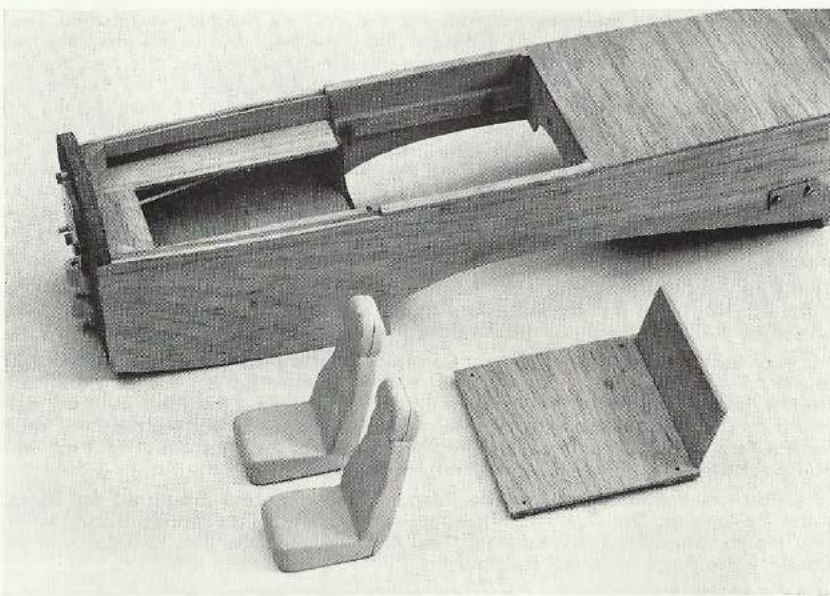

Abb. 11 Das Rumpf-Vorderteil von oben. Davor die Sitze sowie die Sitzauflage mit verklebtem Rücken.
Auf die Sitz-Auflage (46) werden die vier Positionen (47) geklebt. Nach dem Trocknen der Klebestellen ist die Auflage (46) einzupassen (Siehe Schnitt C-C auf dem Plan). Die vier Mittelpunkte der Bohrungen für die Befestigungsschrauben werden angezeichnet und die Löcher von 2 mm Φ gebohrt. Dann Versteifungsleisten (48) aufkleben. Das Brett anschrauben. Der Rücken der Sitzauflage (49) ist einzupassen. Damit die Sitzauflage mit den Sitzen zum evtl. Entfernen des Kraftstofftanks herausgenommen werden kann, darf der Rücken der Sitzauflage nur an der unteren Kante mit der Auflage (46) verklebt werden. Siehe auch Abbildung 11.